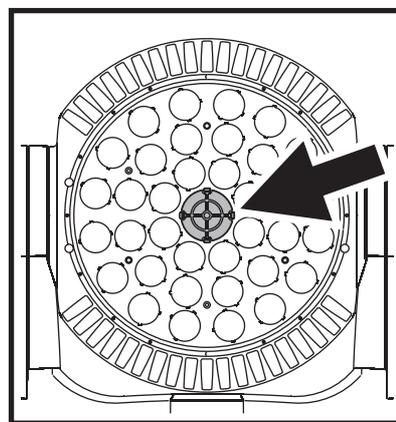

Bild 6: Luftfilter im LED-Modul
2. Siehe Bild 6. Der Luftfilter in der Mitte des LED-Moduls ist festgeklipst. Lösen Sie ihn. Waschen Sie den Luftfilter in warmer Seifenlauge und trocknen Sie ihn. Wenn der Filter beschädigt ist, ersetzen Sie ihn (Erhältlich bei Martin, Artikelnr. 62407156).